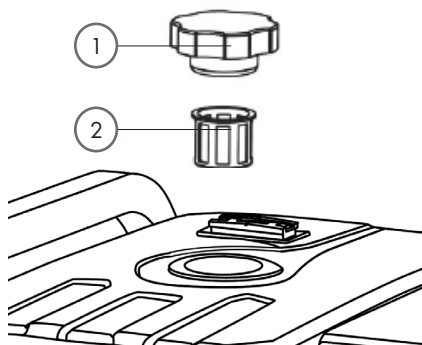

Рис.17
Перед снятием крышки топливного бака (1) (рис. 17) следует протереть её и пространство вокруг неё. Это позволит уменьшить количество загрязняющих веществ, проникающих в топливную систему.